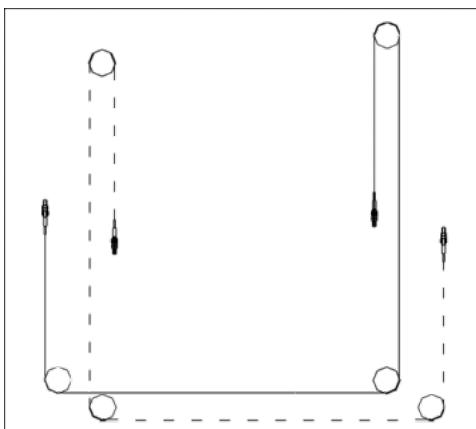

Рис. 30
- ◆ Установите балансировочные тросы в соответствии с Рис. 30. Трос можно протянуть из отверстия на панели перед фиксированием обеих сторон.